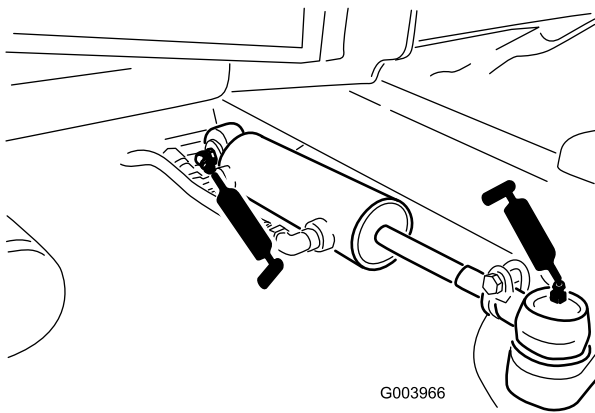

Figura 57
- Giunti sferici (2) del cilindro di sterzo (Figura 57)